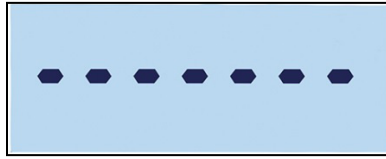

Figura 2-18: Detecção de Peso Estável
3. Confirme o número de referência pressionando . "-----" exibirá (Figura 2-18) enquanto a balança detecta o peso estável. Certifique-se de que o número de amostras na balança corresponda ao tamanho de referência selecionado. Se o peso estável for detectado antes do